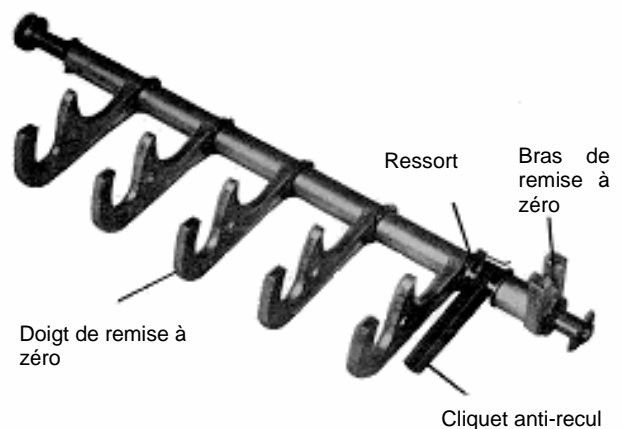

Figure 11. Ensemble doigt de remise à zéro
2. Remplacement des pièces de l'ensemble doigt de remise à zéro. Voir figure 11. Les doigts de remise à zéro individuels, le bras de remise à zéro, le cliquet anti-recul et le ressort doivent être remplacés.